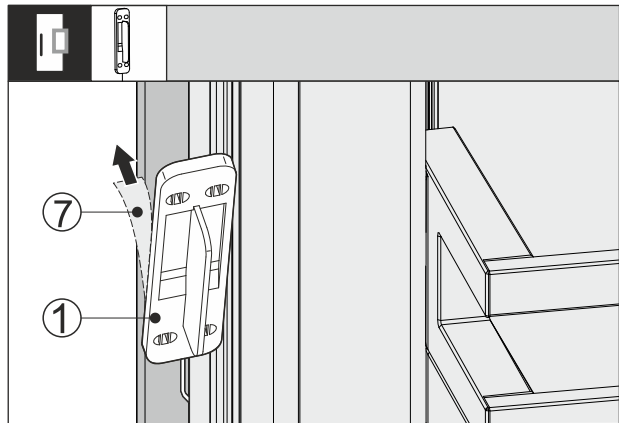

Fig. 65
- ▶ Noņemiet aizsargplēvi Fig. 65 (7) klauvējiena sensora Fig. 65 (1) aizmugurē.